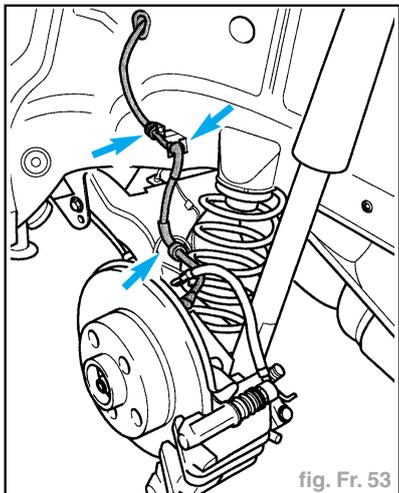

fig. Fr. 53
- Clipser le câble du capteur de régime (flèches) (fig. Fr. 53).